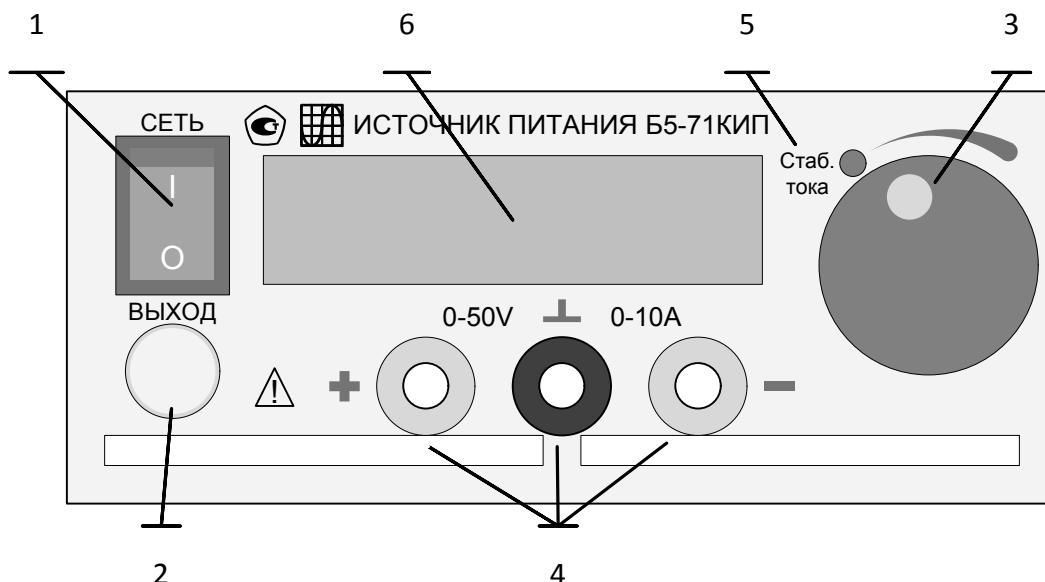

Рисунок 4 - расположение органов управления передней панели
2.3.1 На передней панели источника питания (см. рисунок 4) расположены следующие органы управления: